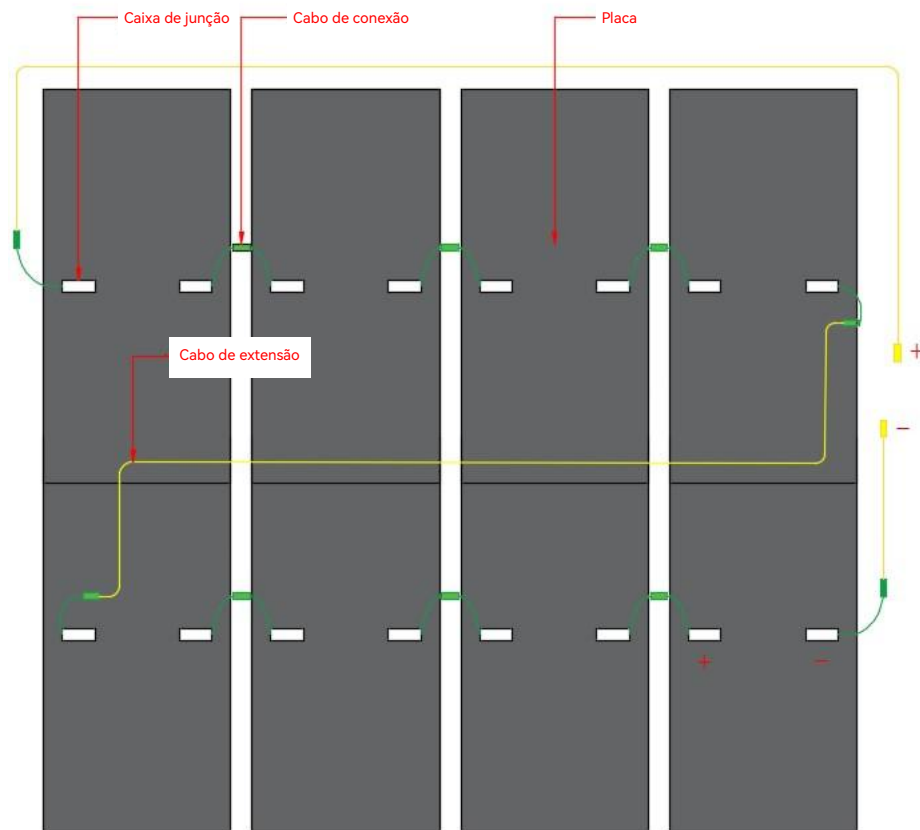

FIGURA 36 - INSTRUÇÕES DE OPERAÇÃO DA CONEXÃO DO JUMPER DO PRODUTO
- ① Os terminais da fiação devem estar em bom contato. Ao conectar cada parte do produto em série, um multímetro deve ser usado para conferir a tensão da string e se há alguma parte dos cabos danificadas, ou seja, havendo cabos danificados a tensão não irá passar ou ficará muito abaixo do esperado.
- Para produtos conectados em série, o polo “+” de uma placa é conectado ao polo “-” de outro produto. Os cabos de extensão são necessários se for preciso conectar produtos entre fileiras diferentes. Use cabos de extensão que sejam específicos para aplicações em energia solar. (Figura 36)